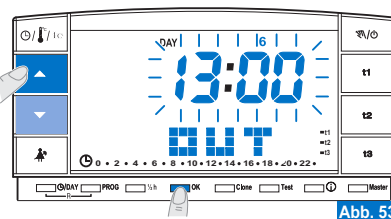

Abb. 53
- Stellen Sie mit den Tasten ▲▼ die Stunde ein, in der das Programm Holiday (Verlassen der Wohnung) aktiviert werden soll, und bestätigen Sie diese mit der OK-Taste (Abb. 53).